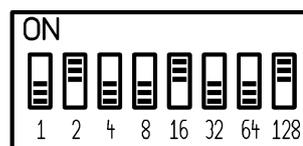

Abb. 2: Einstellen der Bus-Adresse
Der Dipschalter zum Einstellen der Adresse befindet sich auf der Seite des JDB6491. Die Adresse wird binär-codiert dargestellt und errechnet sich als Summe der auf ON gestellten Wertigkeiten. Beispiel: Wenn der zweite (2), der fünfte (16) und der achte (128) DIP-Schalter auf ON stehen, dann ist die Bus-Adresse des Gerätes 146 ($2 + 16 + 128 = 146$). Siehe Abb. 2.